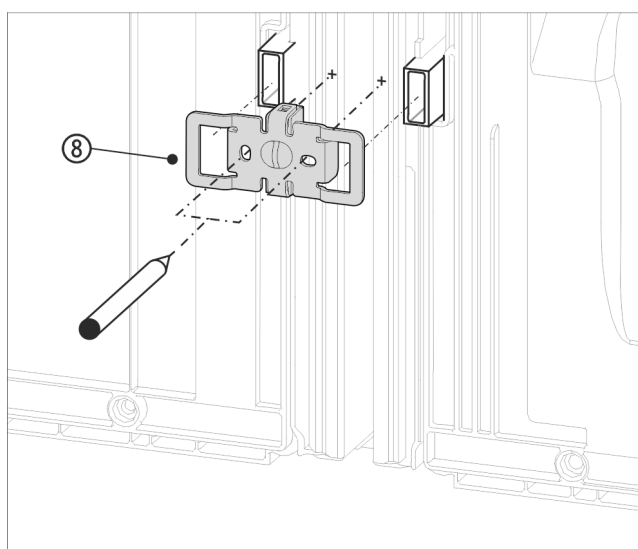

Fig. 16 Zobrazení příkladu
- Úhelník Fig. 16 (8) zasuňte vybráním přes úchyt pro vymezování odstupu od stěny.